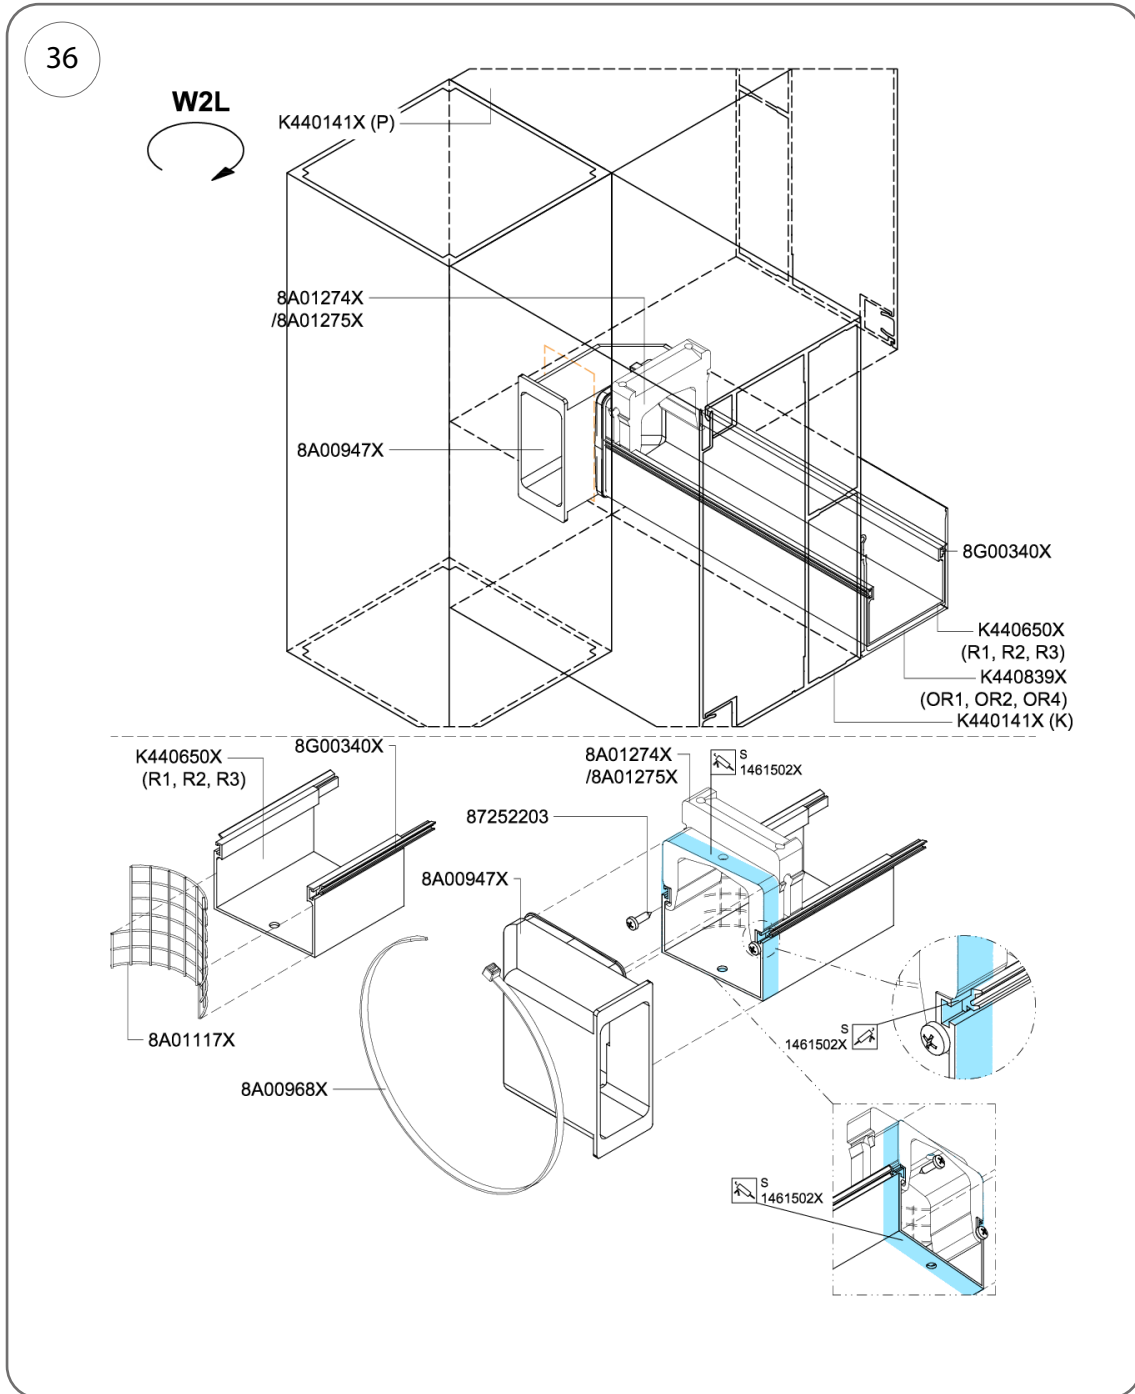

Рис. 36
2. Закріпіть елементи засувки, щоб запобігти їх переміщенню, закрутивши 2 гвинти, 3,5 x 13 мм (кат. № 87252203) – рис. 36.
3. Нанесіть шар клею та герметика, кат. № 1461502X, по всьому периметру жолоба та затискного елемента, як показано на рис. 36.
2. Закріпіть запірний елемент № 8A01274X (лівий) або 8A01275X (правий), щоб запобігти його переміщенню, закрутивши 2 гвинти 3,5 x 13 мм (кат. № 87252203) – наприклад, рис. 36.
3. Нанесіть шар клею та герметика (кат. № 1461502X) по всьому периметру жолоба та замикаючого елемента, як показано на рис. 36.